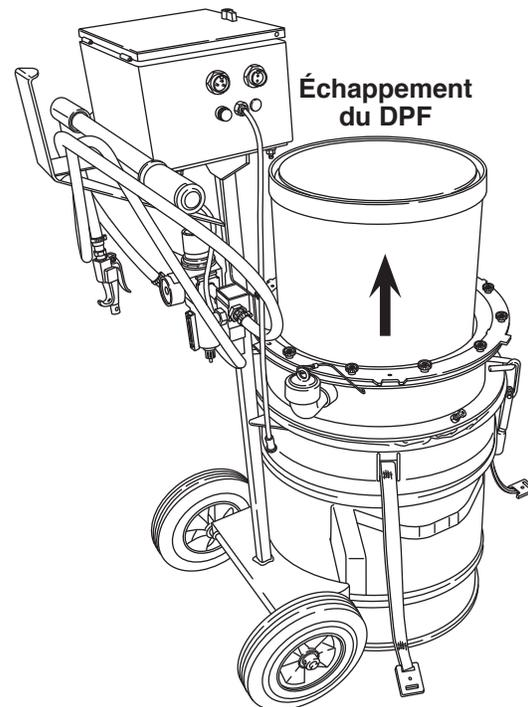

Figure 4
1. Placez délicatement le DPF dans l'appareil. Alignez le DPF sur le joint d'étanchéité, la flèche située sur le côté du DPF orientée vers le HAUT (indiquant la direction du débit d'échappement). Voir Figure 4. Vérifiez que le joint d'étanchéité ferme hermétiquement la boîte filtrante.